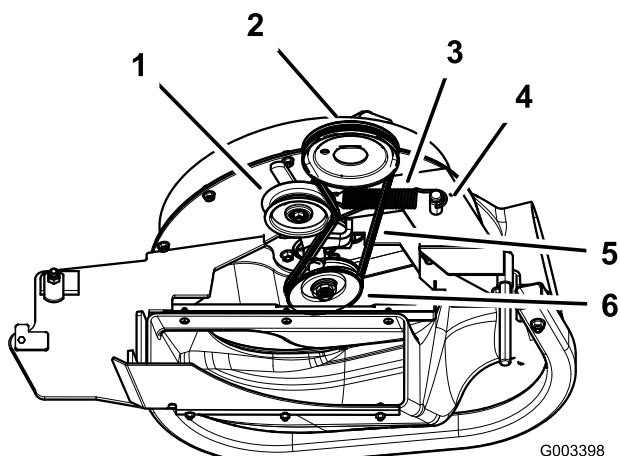

Рисунок 14
1. Проложите ремень вокруг шкива вентилятора (Рисунок 14).
2. Установите пружину рычага натяжного шкива и штырь на узел вентилятора (Рисунок 14).